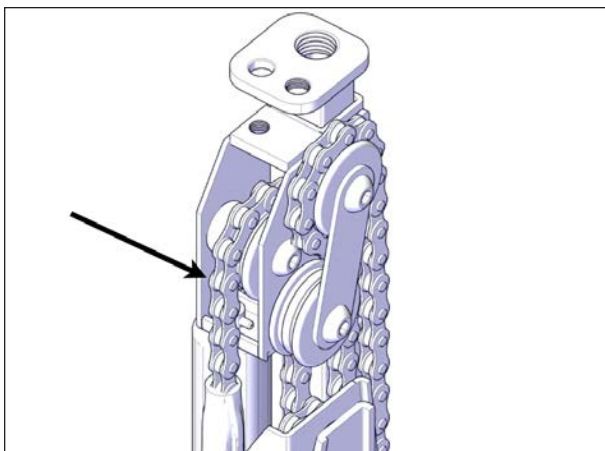

FIGURE 111: CHÂÎNES DES VÉRINS
8. Inspecter les chaînes pour des signes de détérioration. Si c'est le cas, contacter votre détaillant Covana immédiatement, voir Figure 111.